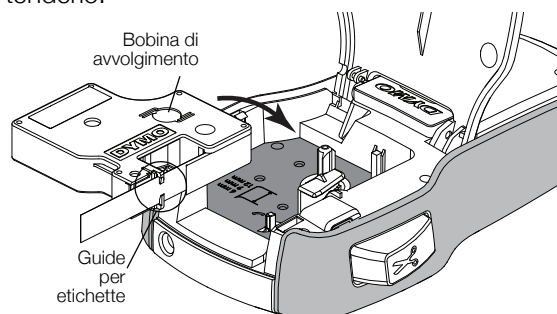

Figura 4
- 2 Verificare che l'etichetta e il nastro siano ben tesi lungo l'apertura della cartuccia e che l'etichetta passi tra le apposite guide. Vedere la Figura 4.